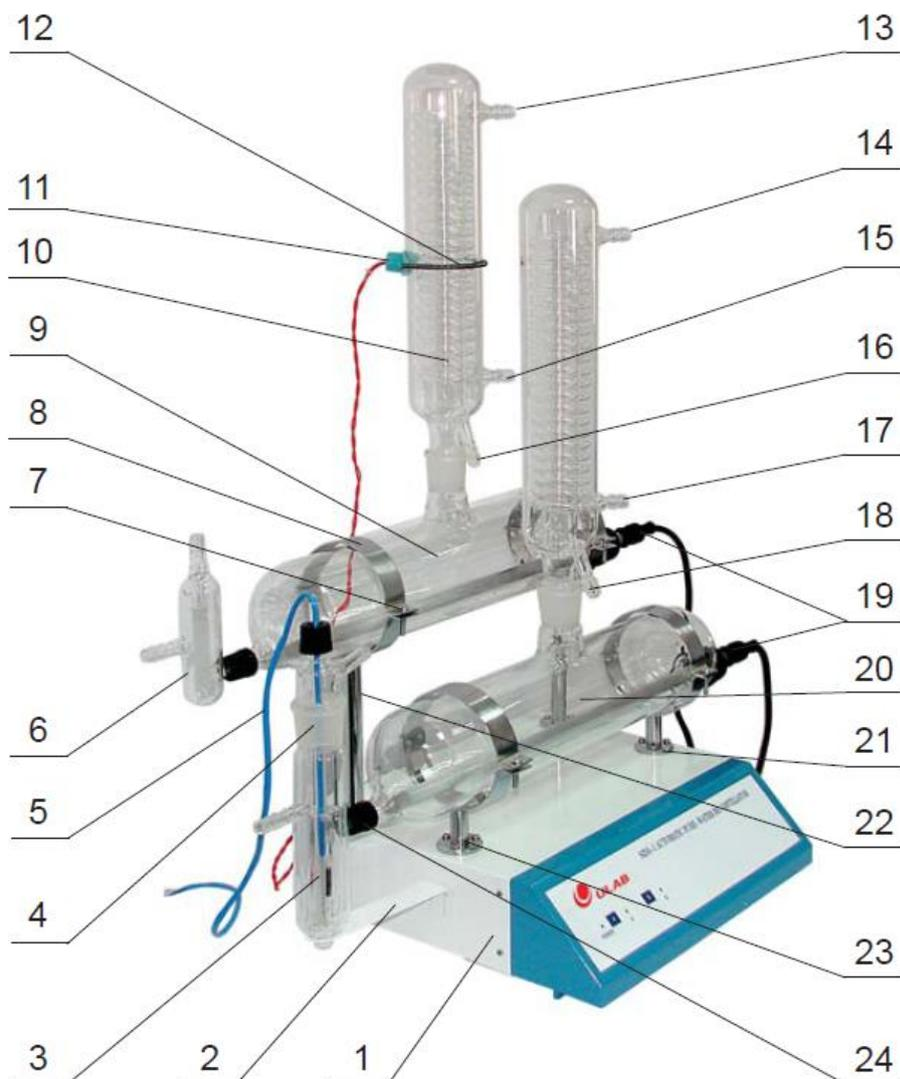

Рисунок 2
12. Соберите с помощью резиновых трубок схему подачи и отвода воды (рис.3). Подача охлаждающей воды осуществляется в направлении встречному движению выходного дистиллята. К нижнему штуцеру холодильника контура «В» подсоединить подачу проточной воды, **1** (рис. 3). Верхний штуцер холодильника контура «В» соединить с нижним штуцером холодильника контура «А», **2** (рис. 3). Верхний штуцер холодильника контура «А» соединить верхним штуцером перехода, **3** (рис. 3). Через переход идет наполнение испарительной колбы контура «А». Нижний штуцер перехода подсоединить к канализации для слива охлаждающей воды, **4** (рис. 2). Дистиллированную воду через штуцер выхода холодильника соединить с верхним штуцером сосуда с поплавковой камерой, **5** (рис. 3). Через отвод этого сосуда происходит наполнение испарительного сосуда контура «В» дистиллированной водой для последующей перегонки. Через нижний штуцер сосуда с поплавковой камерой происходит, в случае надобности, слив лишней воды, **6** (рис. 3).